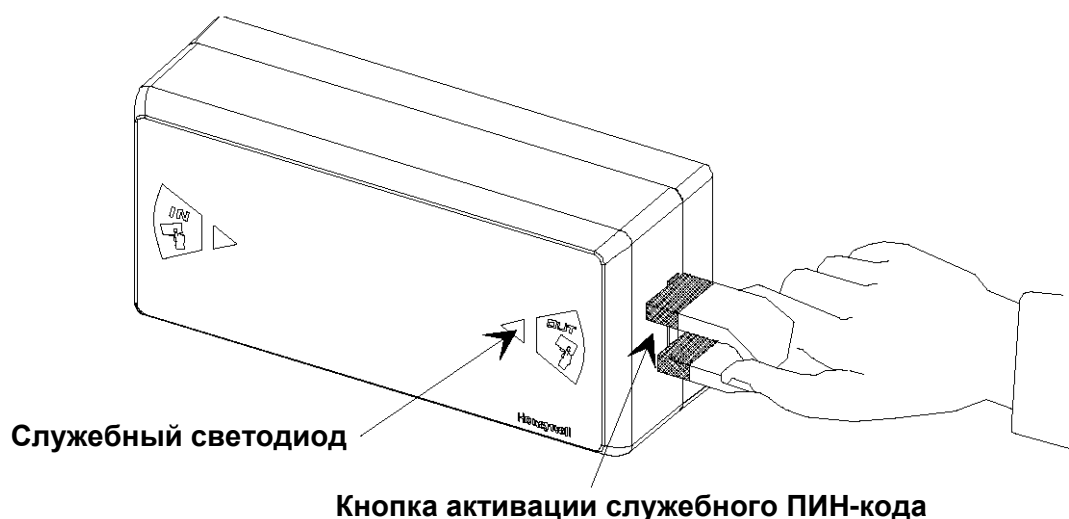

Рисунок 29. Активация служебного ПИН-кода с помощью магнита
Для идентификации узла можно задействовать служебный ПИН-код с помощью язычкового реле, расположенного внутри блока (см. Рис.29). Данная процедура подразумевает следующие действия.
1. Расположить небольшой магнит, как показано на рис.29, для того, чтобы активировать служебный ПИН-код. Этот сигнал связан с желтым служебным светодиодом, мигающим в течение процесса конфигурации узла.